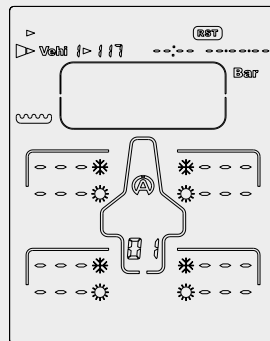

Figure 16
- 4) 中央ボタンを押す  1秒押しで車両1の全てのデータが消去されました (figure 16)